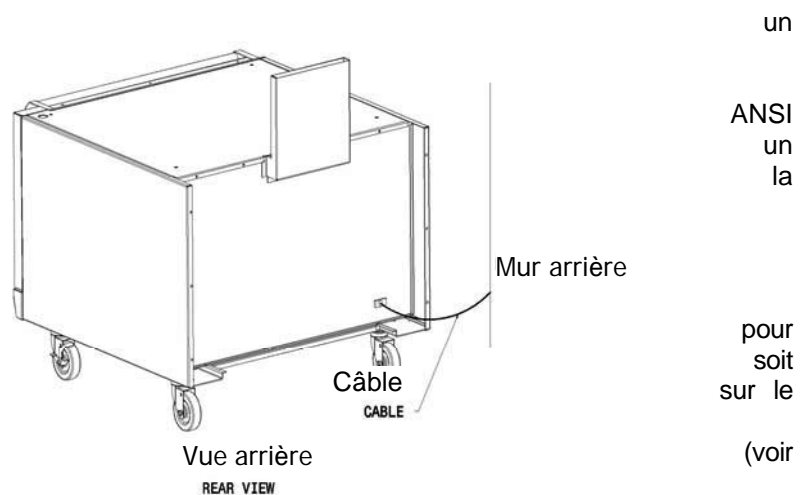

Fig. 1
- 2) Des moyens adéquats doivent être prévus limiter le déplacement de l'appareil sans qu'il soit nécessaire de compter sur le connecteur ni raccord à débranchement rapide ou la tuyauterie associée à celui-ci pour le faire. (voir Fig. 1)